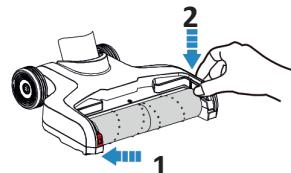

Fig. 39
- Despues de la limpieza, instale primero el asa y luego vuelva a colocar el cepillo giratorio en el aparato. Para reinstalar, primero coloque el lado izquierdo (no convexo) en la ranura, luego empuje el lado derecho (con el asa) dentro del aparato (Fig. 39).